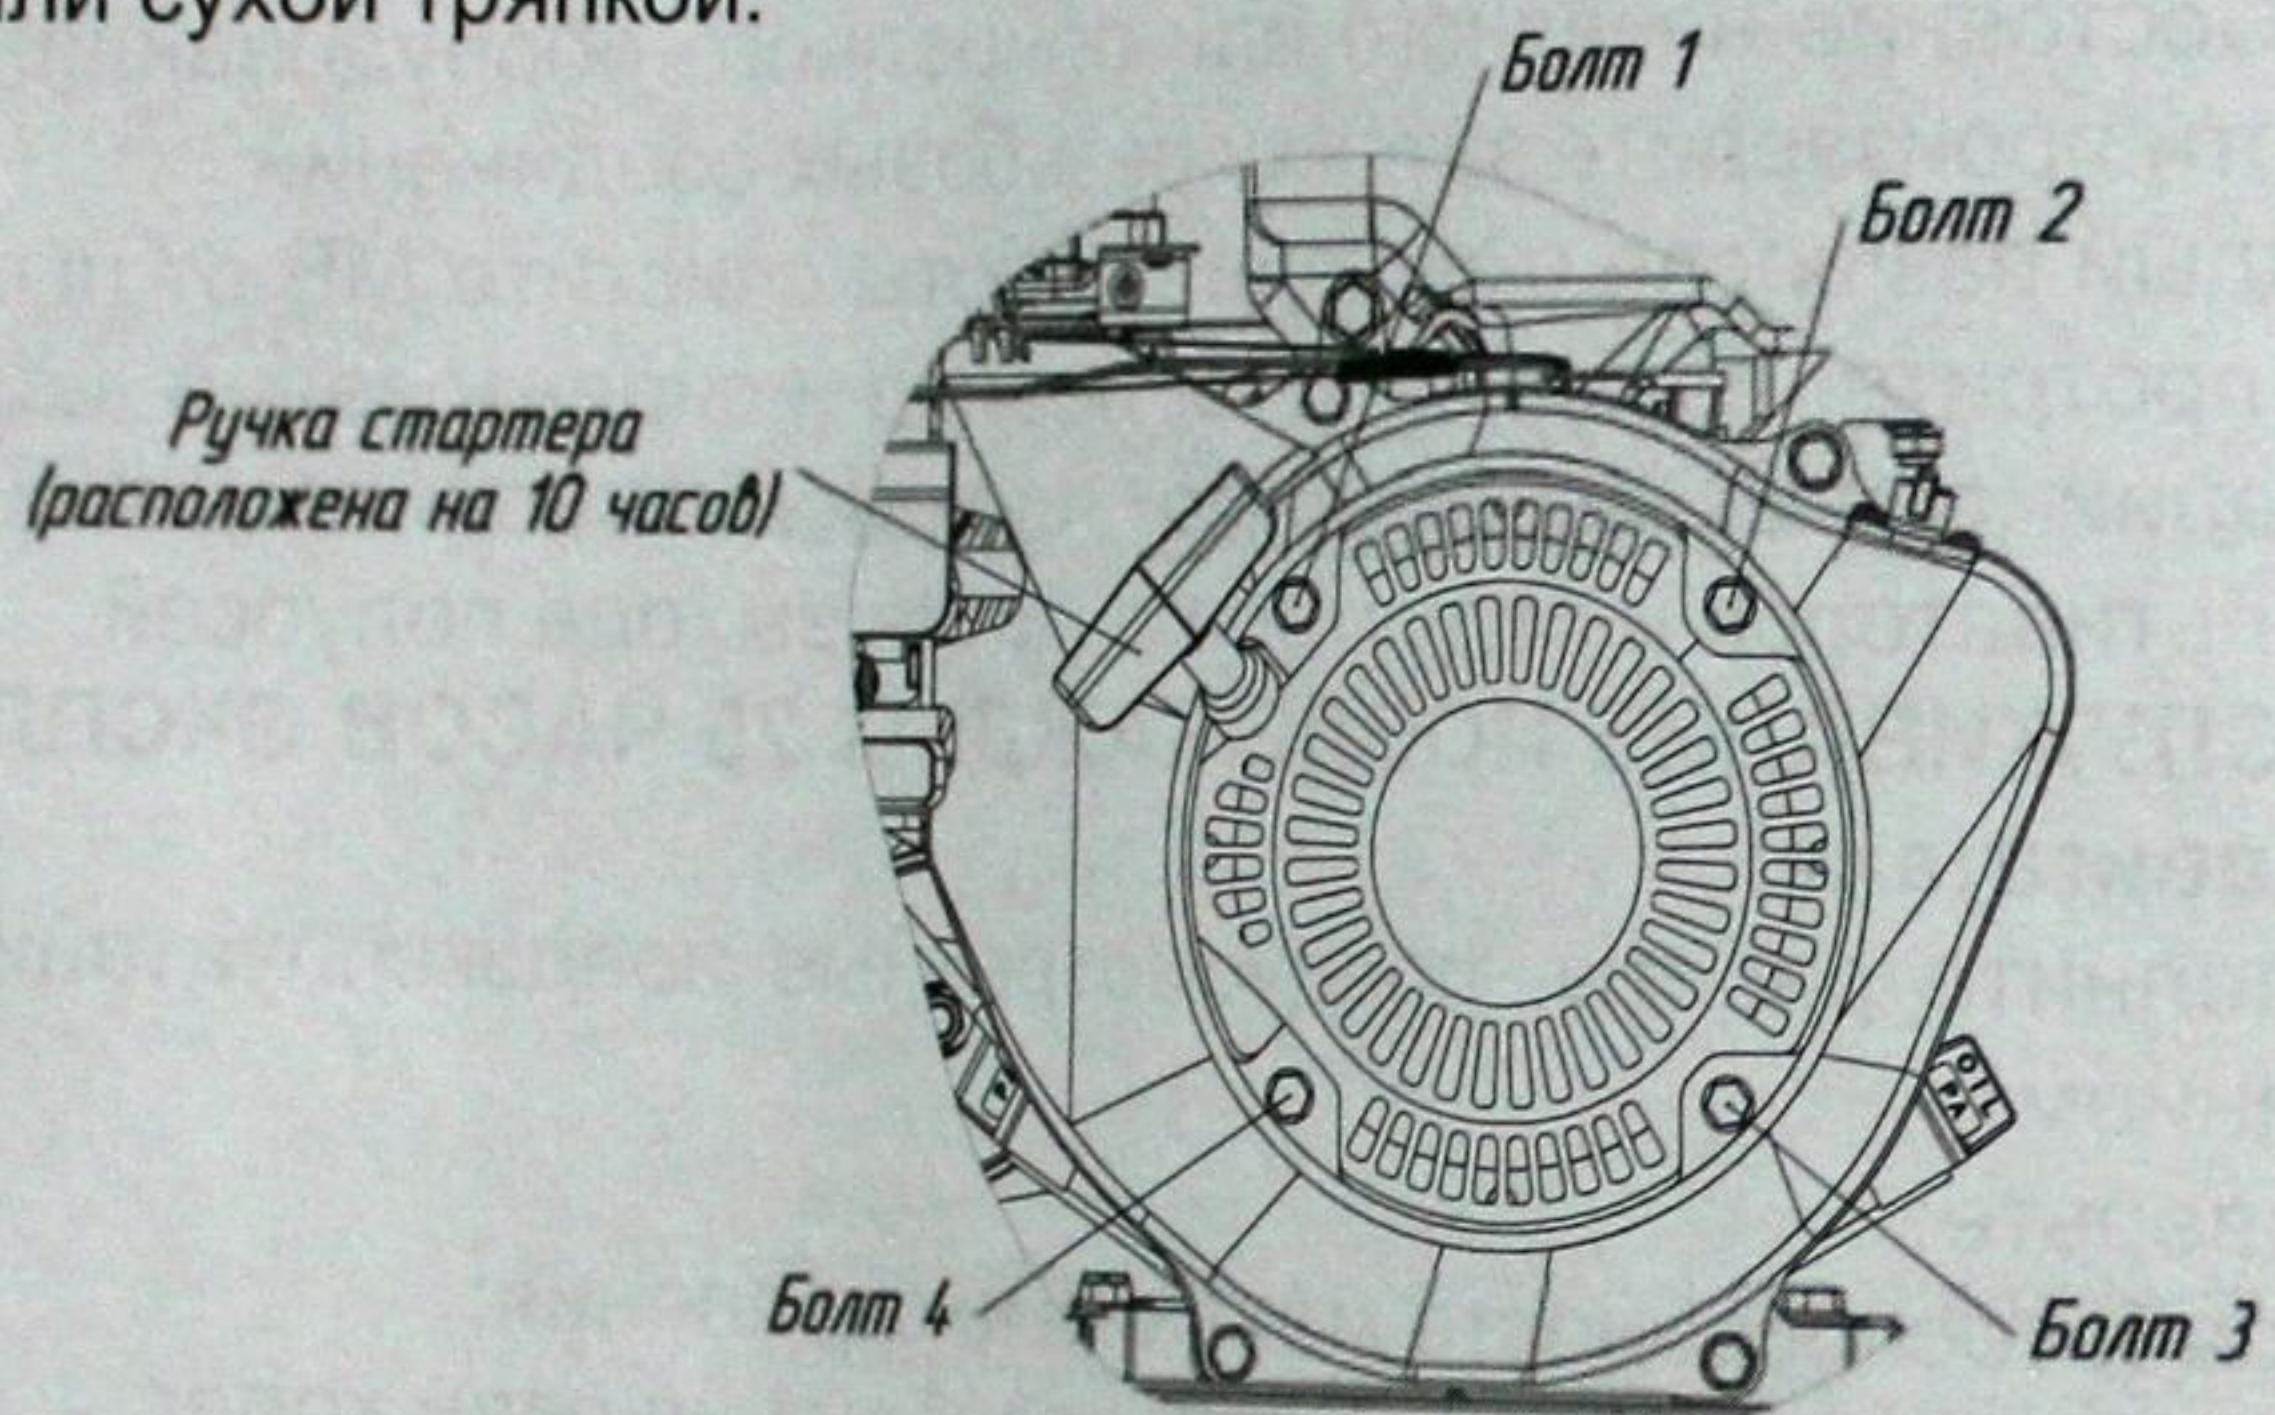

Рис.15 Схема крепления стартера на двигателе
– открутить 4 болта (см. рис.15);
была расположена на 10 часов (см. рис.15);
– закрутить 4 болта (см. рис.15).